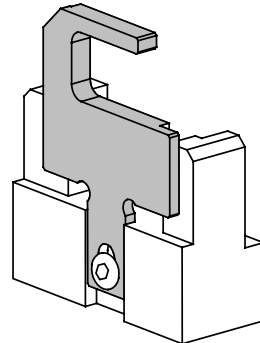

BILD 1 EINSTELLUNG DES AUSWERFERS
3.1.7) Überprüfen Sie die Einstellung des Auswerfers (09). Sollten Sie mit Kabelschuhen vom Typ ANE 7-M.... bis ANE 9M....arbeiten, muß er in die Position "vollkommen gehoben" gebracht werden (siehe Bild 1).